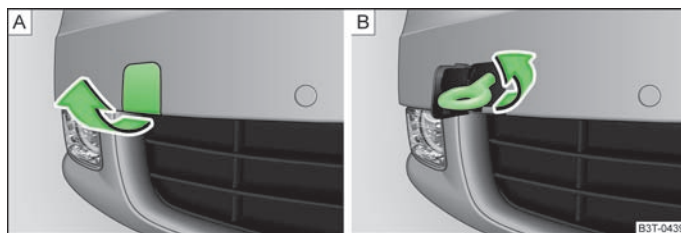

Fig. 184 Pare-chocs avant : Démontage du capuchon/montage de l'oeillet de remorquage
- Retirez le capuchon du pare-chocs avant » fig. 184 - A.
- Vissez l'oeillet de remorquage vers la gauche jusqu'à ce qu'en butée » fig. 184 - B et serrez celui-ci aussi fermement que possible. Pour le serrage, nous recommandons d'utiliser par ex. la clé démonte-roue, l'oeillet de remorquage d'un autre véhicule ou un objet analogue pouvant passer au travers de l'oeillet.